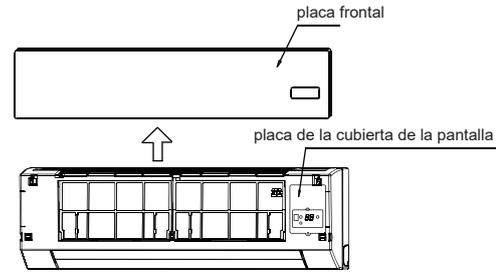

Fig.7-1
- Retire la placa frontal y luego desmonte la placa de la cubierta de la pantalla. (Consulte la Fig. 7-1)